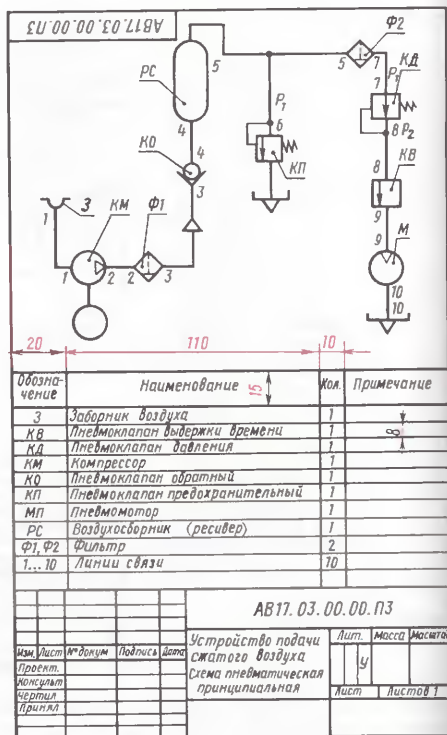

РИС. 487
Данные об элементах записываются, как было сказано, в таблицу перечня элементов, размещаемую над основной надписью схемы на расстоянии не менее 8...12 мм. Форму и размеры таблицы см. на рис. 487.
1) В графе "Обозначение" — позиционное буквенно-цифровое обозначение элемента на схеме (например, КО на рис. 487) в алфавитном порядке.
Если линия связи представляет собой внутренний канал в каком-либо элементе, то перед порядковым номером линии связи через точку ставят номер этого элемента (например, линии связи в предохранительном клапане КП на рис. 487 не показаны).
На рис. 487 представлена принципиальная пневматическая схема устройства подачи сжатого воздуха к пневматическому инструменту. Атмосферный воздух через заборник *З* попадает в компрессор *КМ*. Сжатый воздух из компрессора *КМ* поступает через фильтр-влагодетелитель *Ф1* и через обратный клапан *КО* в воздухохранилитель *РС*, где создается запас сжатого воздуха относительно высоким давлением.